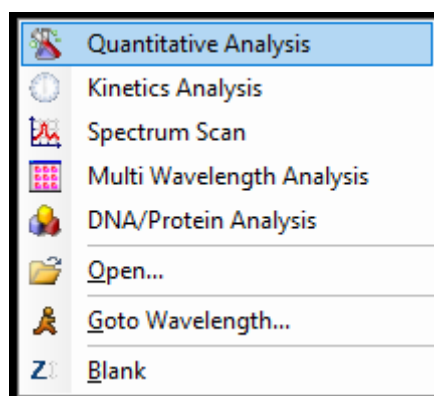

Fig. 3.2-3 Menu Pop-up
- Finestra Pop-up accessibile con click del tasto destro nell'area di lavoro (Fig.3.2-3).